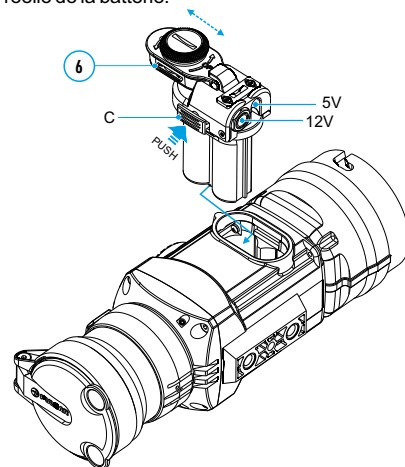

Fig. 3
- Installez l'adaptateur d'alimentation externe dans le compartiment à piles du monoculaire (voir Fig. 3). Assurez-vous que les loquets de l'adaptateur (C) sont encliquetés des deux côtés.
- Fixez le couvercle (6) sur l'adaptateur (voir Fig. 3).
- Connectez votre power bank sur le port USB (5V) ou votre batterie EPS3I/SPE5 à la prise d'alimentation externe (12V). Allumez l'appareil avec une pression courte sur le bouton «ON/OFF» (9).